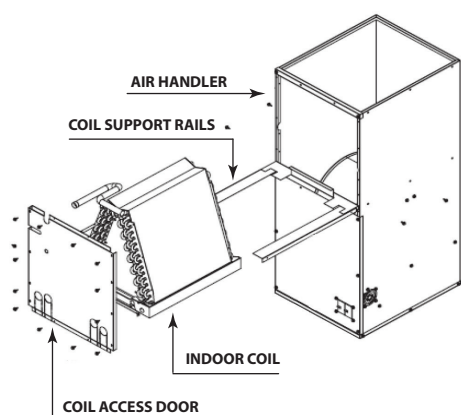

Figura 6. Conjunto de serpentín interior
4. Retire los 6 tornillos (3 de cada lado de la unidad de acondicionamiento de aire) que aseguran los rieles de soporte del serpentín interior. Consulte la Figura 6.
6. Vuelva a instalar los rieles de soporte del serpentín interior en los orificios provistos en la carcasa de la unidad de acondicionamiento de aire como se muestra en la Figura 6. Utilice los seis (6) tornillos que se quitaron en el paso 4 para asegurar los rieles de soporte del serpentín interior a la carcasa de la unidad de acondicionamiento de aire.
7. Vuelva a instalar el serpentín de refrigeración en posición vertical como se muestra en la Figura 6.
8. Retire el nuevo panel de acceso al serpentín interior del kit de conversión e instálelo sobre la sección del serpentín interior como se muestra en la Figura 6. Vuelva a instalar el soplador y el panel de acceso a la caja de control en la posición invertida y asegúrelos con los tornillos que se quitaron en el paso 1.